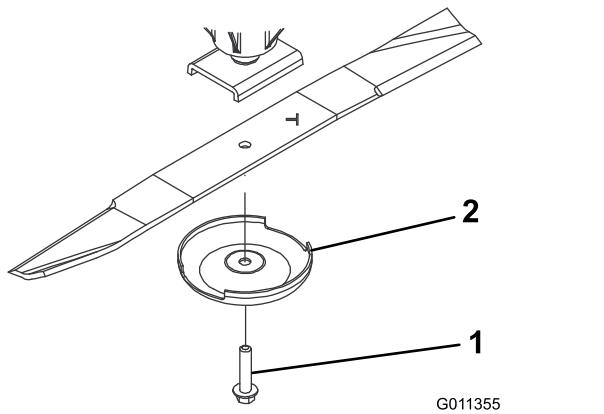

Figura 72
3. Afferrate l'estremità della lama utilizzando un panno o un guanto imbottito e rimuovete il bullone della lama, la coppa antistrappo e la lama dall'asse del fusello (**Figura 72**).
4. Montate la lama con la costa rivolta verso il piatto di taglio, servendovi della coppa antistrappo e del bullone della lama (**Figura 72**).